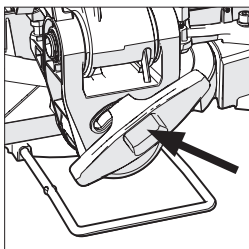

Abb. 22
- Lösen Sie den Verriegelungsgriff der Schräge. (**Abb. 22**)